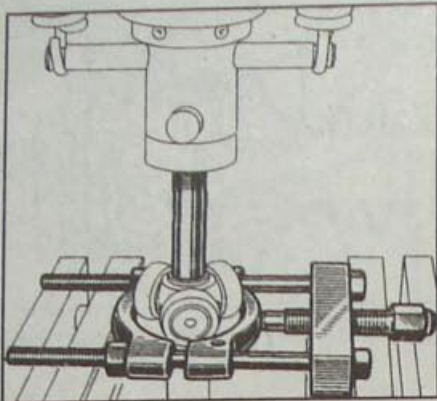

Рис. 8.18. Использование прессы и специального приспособления для выдавливания приводного вала из трехосной опоры роликов трипоидного ШРУСа
- Прессом и специальным приспособлением выдавите приводной вал из трехосной опоры роликов трипоидного ШРУСа (рис. 8.18).
- Прессом и специальным приспособлением выдавите приводной вал из трехосной опоры роликов триподного ШРУСа (рис. 8.18).